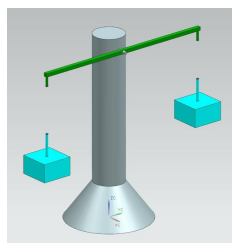
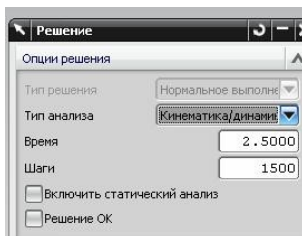

рис.7
рис.8
- Этот пример вы можете просмотреть, а затем и повторить, просмотрев учебный фильм – **movie\_vesu** (рис.7). Рекомендуемые параметры *Решения* показаны на рис.8.